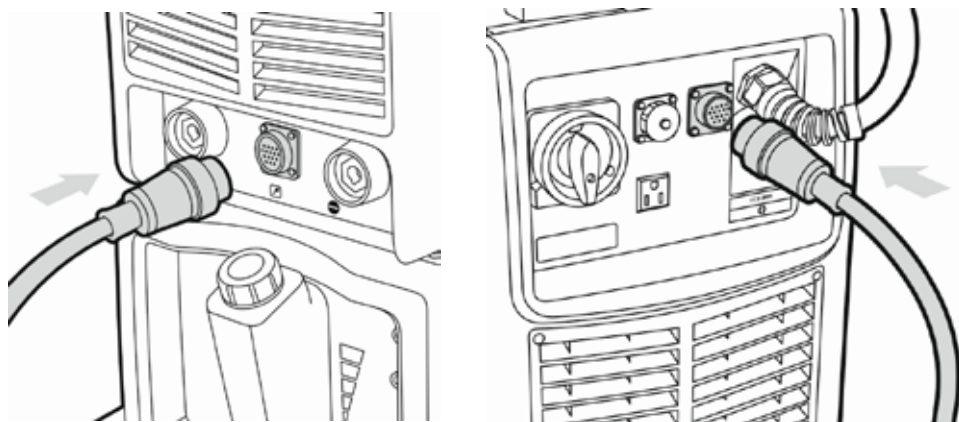

Рис. 8.2.2. Подключение кабеля управления к источнику питания.
2. Подключите кабель управления к источнику питания, затяните кабельную гайку до упора (См. рис. 8.2.2). Разъём расположен на передней и на задней панелях источника.